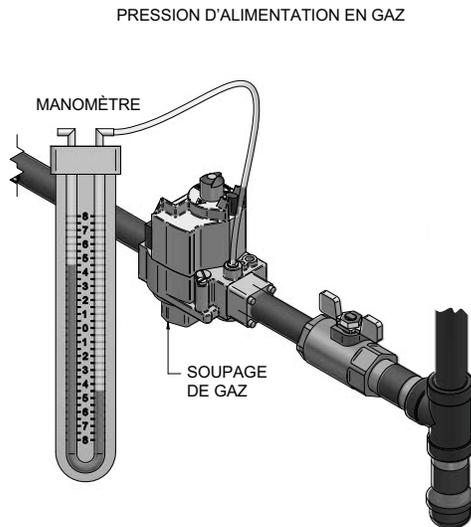

Figure 3 - 4_Pression de l'alimentation en gaz
4. Retirez le capuchon hexagonal de 0,3 Cm (1/8 po) situé du côté de « l'admission » de la soupape de gaz et installez un raccord adapté pour brancher un manomètre ou un manomètre différentiel. La plage minimum d'échelle devrait être de 35,56 Cm de colonne d'eau pour contrôler la pression d'admission. Voir FIG. 3 - 3 et 3 - 4 pour l'emplacement.